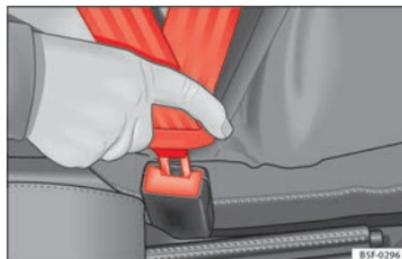

Fig. 11 Boîtier de verrouillage et pêne de la ceinture de sécurité
- Engagez le pêne dans le boîtier de verrouillage solidaire du siège jusqu'à ce qu'il s'encliquette de façon audible ⇒ fig. 11.